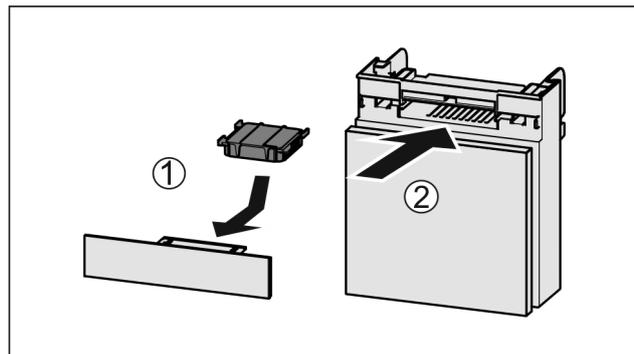

Fig. 95
- ▶ Filtr s aktivním uhlím vložte podle vyobrazení Fig. 95 (1).
- ▶ Zásuvku zasuňte Fig. 95 (2).